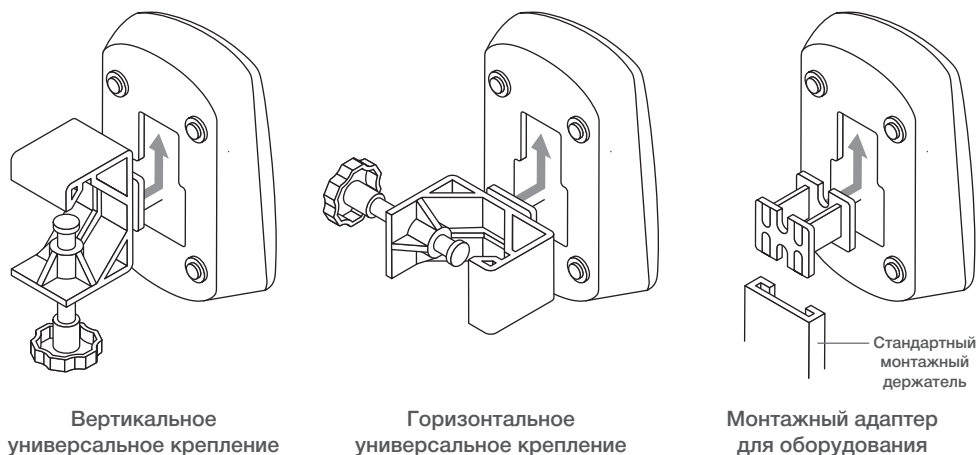

Рисунок 3. Конфигурации контроллера Aeroneb Pro-X и универсального крепления
7. С помощью универсального крепления можно зафиксировать контроллер на стойке для капельницы или поручне кровати в вертикальном либо горизонтальном положении (рис. 3).
8. При наличии на оборудовании стандартных монтажных держателей контроллер можно зафиксировать на них с помощью монтажного адаптера для оборудования (рис. 3).